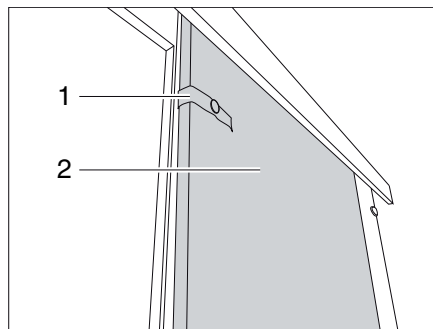

Bild 178 Schiebetür
- Das mit Sicherungsband (Bild 178,1) lösen.
- Schiebetür (Bild 178,2) in Schließstellung ziehen.
- Schiebetür (Bild 178,2) in die Öffnungsposition führen.
- Schiebetür mit dem Sicherungsband (Bild 178,1) befestigen.